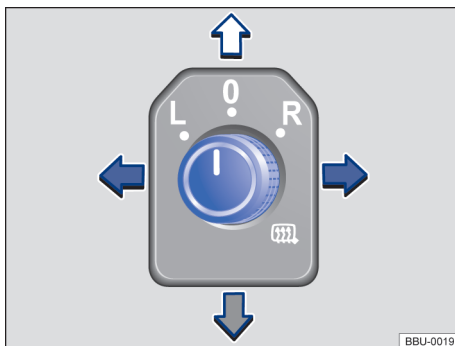

Fig. 89 Na porta do condutor. botão rotativo dos espelhos retrovisores externos.
- Girar o botão rotativo na porta do condutor para o símbolo desejado → Fig. 89.